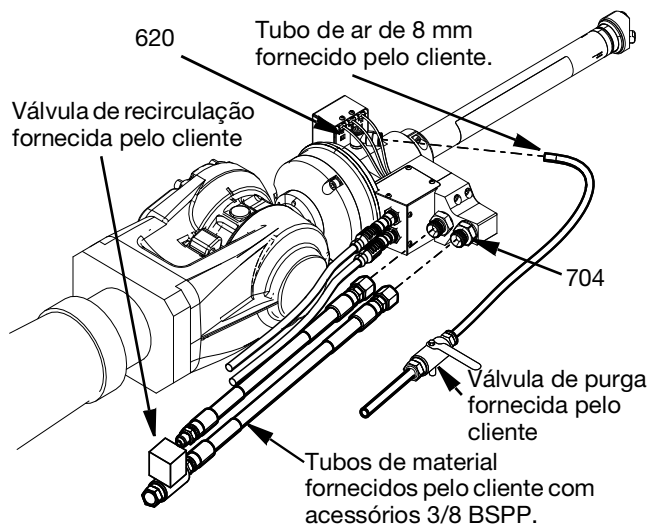

FIG. 6
O fornecimento de ar é ligado à Pistola 3D de Comutação com um tubo de poliuretano de 8 mm ao encaixe giratório do cotovelo (620) na lateral da caixa do suporte giratório (619). O cliente deve instalar uma válvula de purga de ar entre o fornecimento de ar e a ligação à Pistola 3D de Comutação. Consulte a FIG. 6.
ligações são entradas (não há retorno possível). Consulte a FIG. 6.
- Verificar se as válvulas solenóides (613), mostradas na página de peças da câmara giratória 32, estão a funcionar corretamente abrindo e fechando cada válvula do pendente do robô e ouvir o som do pistão em funcionamento.
- Abrir a válvula de recirculação fornecida pelo cliente e purgar o material através da válvula até que todo o ar retido no retorno do material seja removido. Consulte a FIG. 6.
3. Aliviar a pressão de ar nas linhas de ar cortando a válvula de purga do ar fornecida pelo cliente. Consulte a FIG. 6.
4. Se a ponta do bico ou o tubo de material estiverem entupidos ou se a pressão não tiver sido totalmente aliviada depois de seguir os passos acima, solte muito lentamente o tubo de material fornecido pelo cliente a partir de 3/8 pol. Conexão de entrada BSPP (704), (consultar FIG. 6).